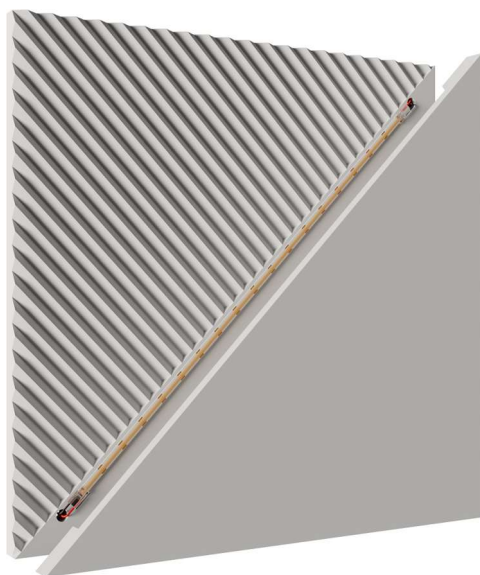
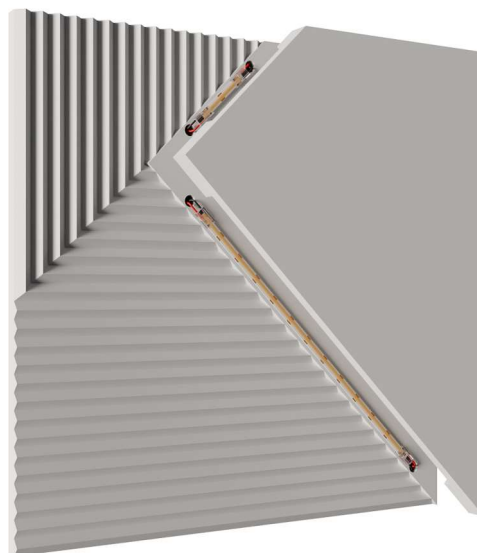

Рис. 5.3 ПГ-1.476 с накладкой ЭД-2.513
Рис. 5.4 ПГ-1.477 с накладкой ЭД-2.514
- Закрепите ответную деталь (накладку) на панели, приклеив её на гладкую часть (Рис. 5.3 и Рис. 5.4).